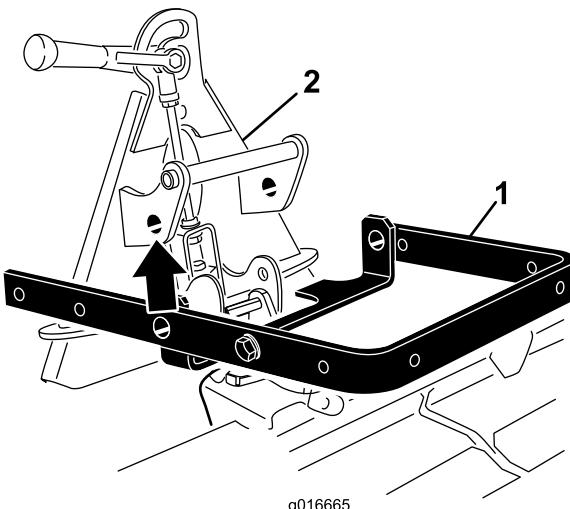

**Figure 3**
1. Fixez le pivot au râteau d'entretien avec un boulon à épaulement, (2) rondelles et (2) écrous de blocage, en le positionnant comme illustré à la Figure 3.